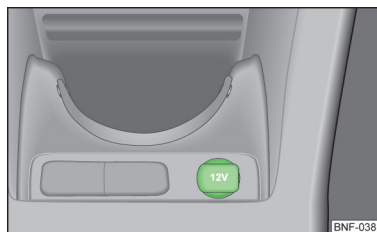

Fig. 52
Priza de 12 V se găsește în compartimentul de depozitare al consolei centrale față » fig. 52.
- > Deschideți capacul prizei » fig. 52.